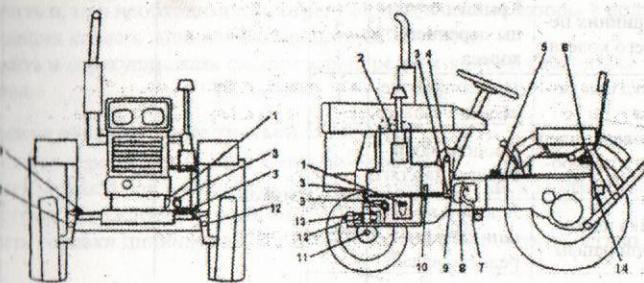

Рис. 4-1. Карта смазки трактора.
3. Привести смазку в соответствии с картой смазки (рис. 4-1) и таблицей смазки (таблица 4-1).